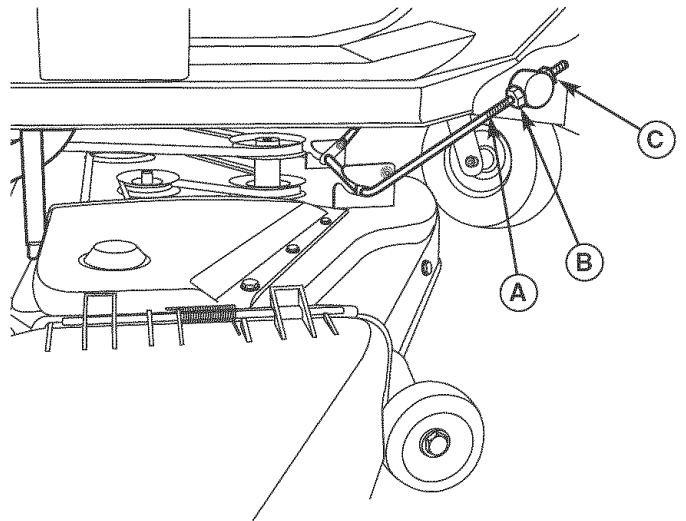

Figura 43. Nivelado de adelante hacia atrás
2. La varilla frontal de la sesgadora (A, Figura 43) se usa para ajustar el nivelado de adelante hacia atrás. Para levantar o bajar la parte delantera de la cubierta de la podadora, afloje las dos contratuercas traseras (B) en ambos lados de la varilla (A). Ajuste las contratuercas delanteras (C) en ambos lados de la varilla (A) para ajustar el nivel de la cubierta. Cuando esté ajustada correctamente, apriete las contratuercas traseras (B) para fijar la varilla en su lugar.